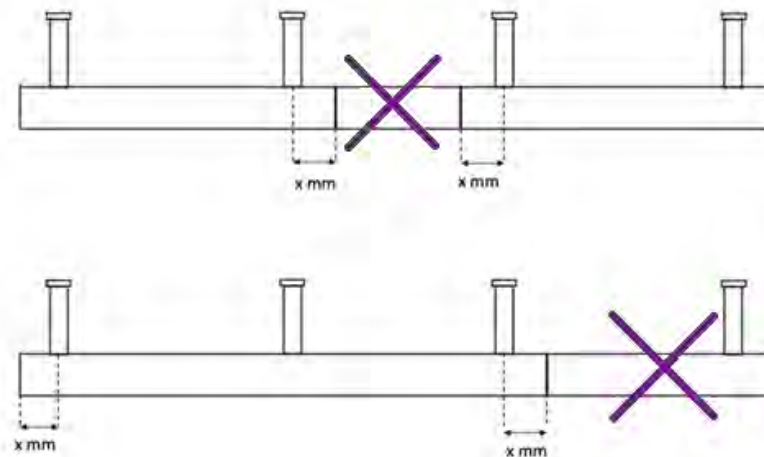

Abbildung 1: Skizze vom Zuschnitt der Ankerschienen
- Jeder Schienenabschnitt muss mindestens zwei Anker aufweisen (siehe Abbildung 1). Zwischen diesen Ankern erfolgt die Befestigung der geplanten Anschlusskonstruktion.
- Auch die Polyethylen (PE) - Füllung der Ankerschienen muss entsprechend der neuen Ankerschienenlänge vor dem Einbau gekürzt werden. Sie wird bündig mit dem Schienenprofil zugeschnitten.